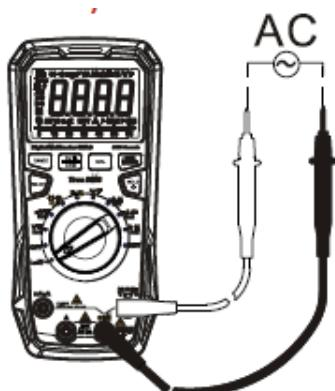

Рисунок. 7
**LoZ (низкое сопротивление) Измерение переменного напряжения (UT61D +, рисунок 7)**